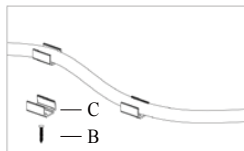

Figura 1
- D. Fije las pinzas de montaje con clavos o tornillos en las superficies de soporte. (La Figura 1. 2. 3 depende de los medios de montaje previstos del este producto, consulte Parte de Accesorios).